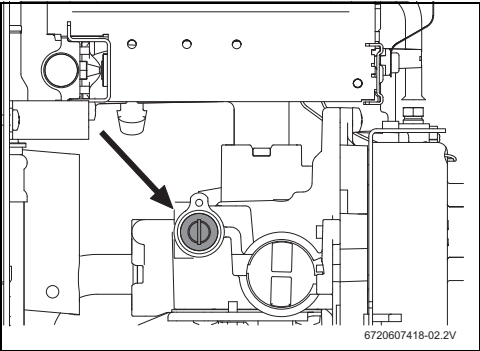

Fig. 13 Tornillo de ajuste de caudal de gas máximo
- ▶ Retirar la selladura del tornillo de ajuste (Fig. 13).
- Regular la presión del quemador máximo (Tab. 11) utilizando el tornillo de ajuste del caudal de gas máximo (Fig. 13).